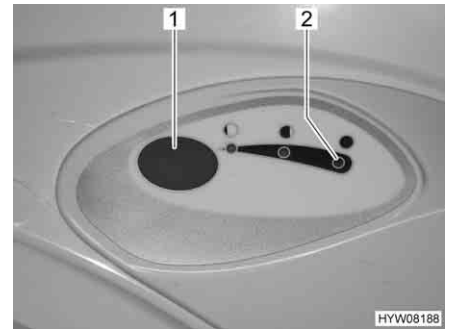

Bild 223 Spolknapp/kontrollampa Thetford-toalett
- För att spola, tryck på den blå spolknappen (Bild 223,1).
Kontrollampan (Bild 223,2) lyser när latrintanken måste tömmas.